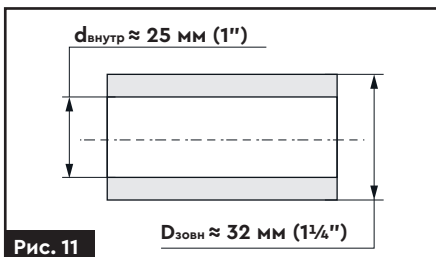

Рис. 11
2. При приєднанні до магістрального водопроводу діаметр труби в місці приєднання вхідного патрубку має бути не менший, ніж 1 1/4" (рис. 11).